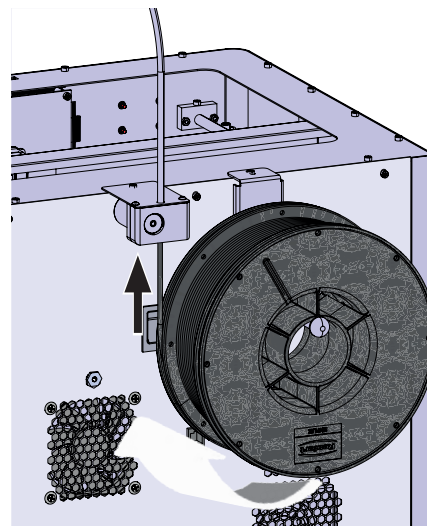

Fig. 20
**Veillez à ce que la bobine de filament soit placée sur le support de sorte que le filament puisse être introduit dans le FMS depuis le bas dans le sens horaire (Fig. 20).**